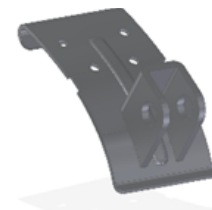

Abbildung 5
Durch das Auge der Augenschraube und durch die Bohrung in der Einhängerkralle (4) (Abb. 5) kann dann die Sechskantschraube M12x40 (14) geschoben werden und mit der Sicherungsmutter M12 (19) verschraubt werden. Auch für diese Schrauben und Muttern gibt es passende Schutzkappen. Kleben Sie noch die Lackschutzgummis (30) an die Einhängerkralen (4).